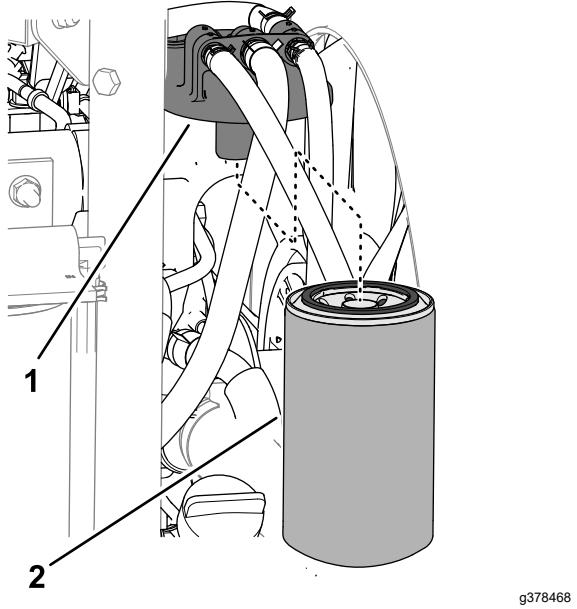

Bild 117
2. Reinigen Sie den Bereich um den Kraftstofffilterkopf (Bild 117).
3. Entfernen Sie den Filter und reinigen Sie die Befestigungsfläche des Filterkopfes (Bild 117).